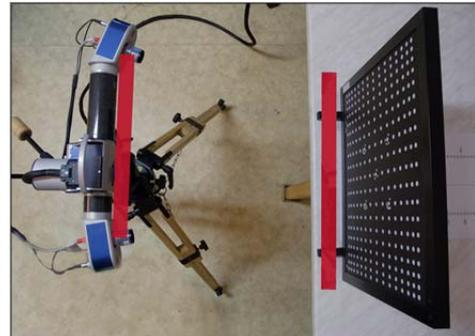

Abb.1
4. Kalibrierungstafel und Scanner sollten parallel und auf gleicher Höhe stehen ( Abb.1)